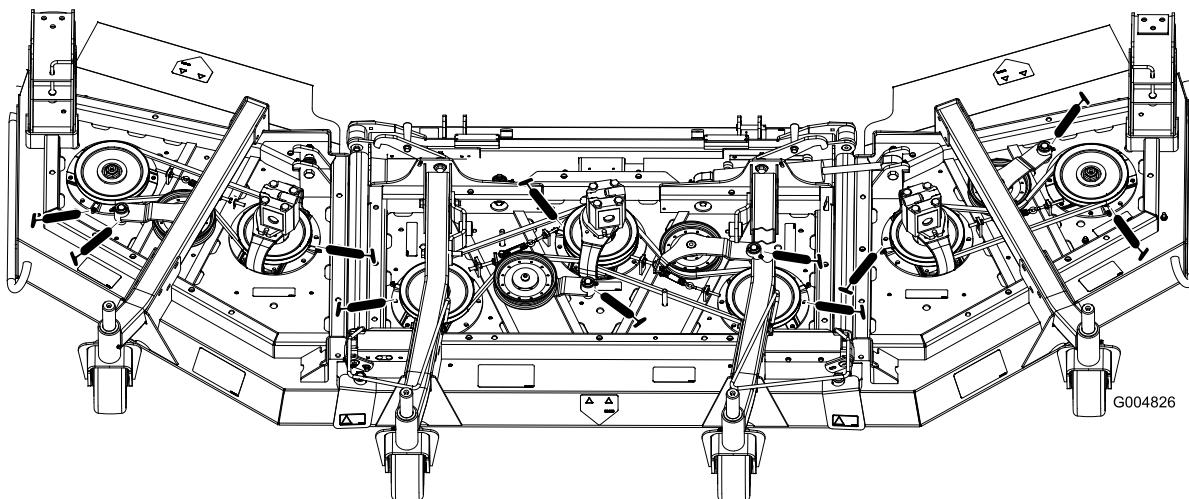

Figura 66
- Cuscinetti (3) dell'asse del perno (situati sotto la puleggia) (Figura 66)
- Boccole del perno del braccio di rinvio (Figura 66)